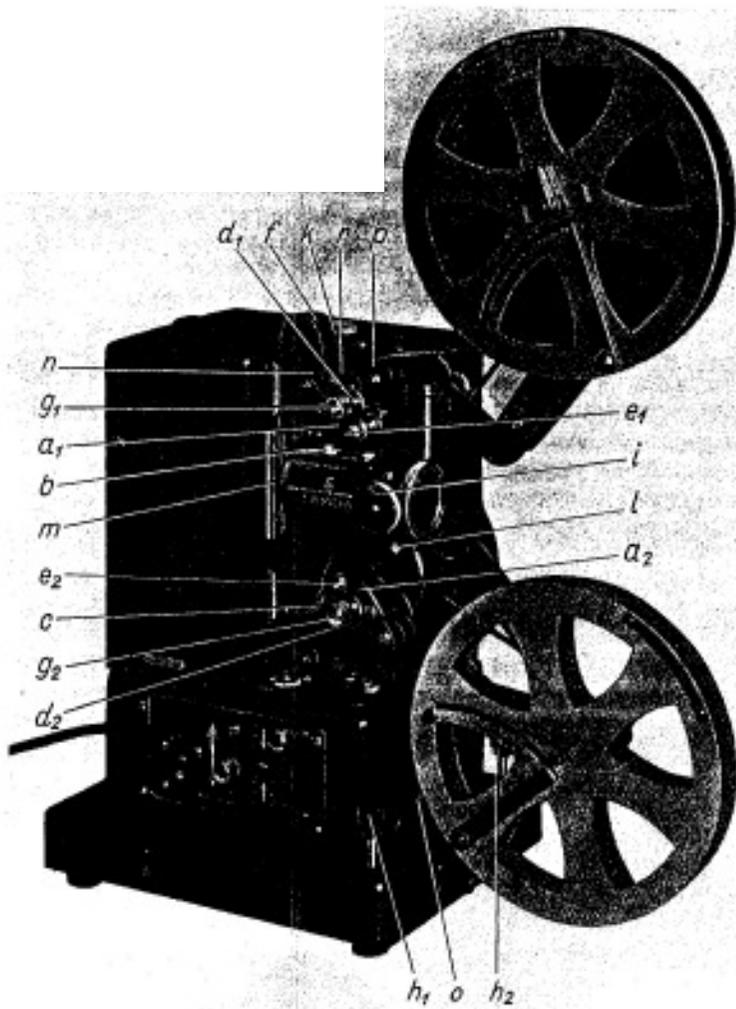
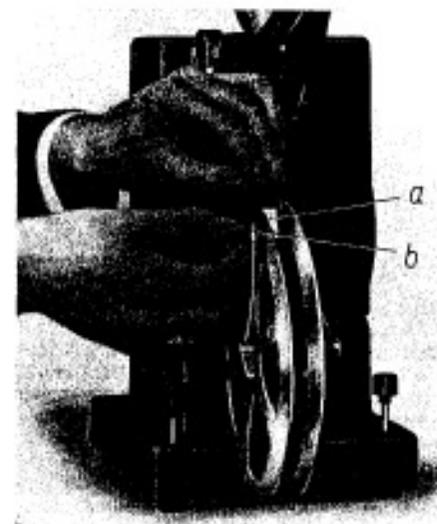

Bild 9. Projektor mit eingelegtem Film.
Bild 10. Einfädeln des Films in die Siemens-Spule.
Durch Verrücken des Projektors nach links oder rechts Bild seitlich, durch Drehen der Höheneinstellschrauben (h_1 , h_2 in Bild 9) in der Höhe ausrichten.
Spule mit Film auf Achse des oberen Spulenträgers stecken, wobei Schwenkarm (b in Bild 10) auf der Seite liegen muß, auf der sich umlegbare Zunge befindet. Zunge in der Richtung umlegen, daß sie Schwenkarm nicht behindert (Bild 9). Leerspule in gleicher Weise auf Achse des unteren Spulenträgers aufsetzen.
1. Andruckrollenhalter (a_1, a_2 in Bild 9) von Zahntrommeln (d_1, d_2) abdrücken bis zum Einrasten.
9. Schwenkarm (b in Bild 10) der unteren Filmspule nach außen schwenken und Ende des Filmbandes in federnde Klemme (a) einklemmen.
Fein: Drehen des Stellknopfes (i in Bild 9).
Die zwischen zwei aufeinanderfolgenden Filmbildern liegende Trennungslinie, der Bildstrich, durch Drehen an der Bildstricheinstellschraube (k in Bild 9) aus der Bildfläche herausbringen. Bildstrich und Bildschärfe während der Vorführung beobachten und gegebenenfalls nachstellen.
2. Bildstrich einstellen, durch Drehen am unteren Zahntrommeltriebknopf (g_2 in Bild 9).
Wie bei Standbildprojektion, dann aber unteren Zahntrommeltriebknopf (g_2 in Bild 9) weiterdrehen:
Unterer Spulenträger: Auf Auslöseknopf (l in Bild 9) drücken, Spulenträger dabei halten, damit er nicht auf das Gehäuse prallt (Schutzblättchen o).